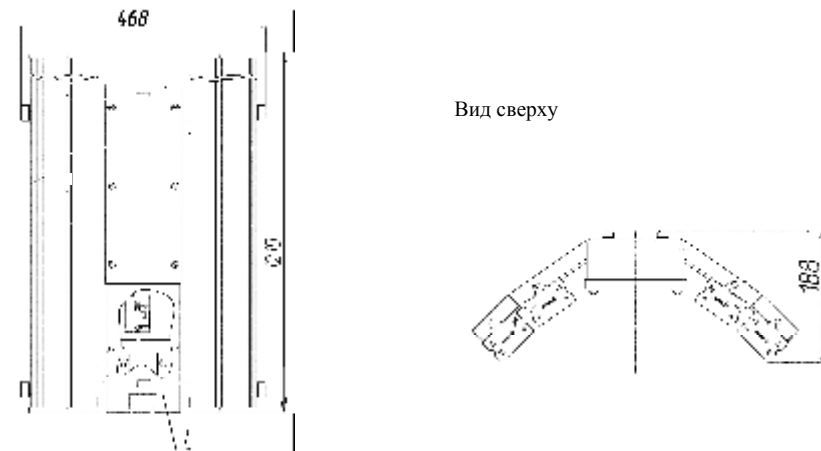

Рис.1
1.1. Светильники ДКУ01-160x1-001 У1(рис.1) со светодиодными линейками устанавливаются на опорную поверхность из несгораемого материала, на Г-образных кронштейнах опор диаметром 48 мм под углом 15...20 град. к горизонту и предназначены для освещения улиц, дорог со средней и низкой интенсивностью движения транспорта (категории Б и В), автостоянок, железнодорожных платформ, дворовых территорий, площадей перед торговыми центрами.
5.1. Отвернуть винты крепления крышки отсека крепления поз.1 рис.1 и снять крышку.